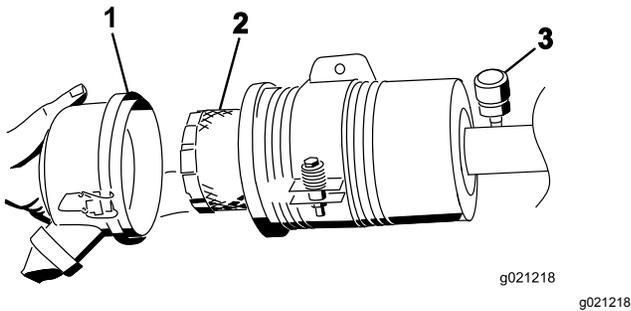

Figure 81
- Déposez et remplacez le filtre (Figure 81).